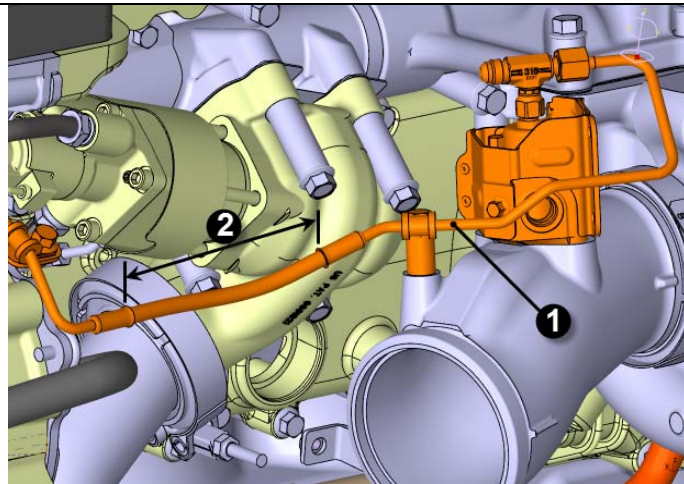

FIGURE 10
- 1) Localiser la section à gaine tressée de la conduite de l'injecteur du système de post-traitement des gaz d'échappement (item 2, FIGURE 10).